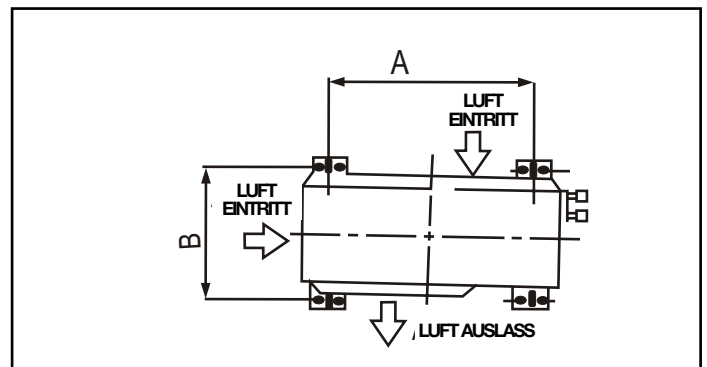

Abb.10
5. Die Außeneinheit muss fest mit einem steifen, robusten Trägermaterial verbunden sein und waagrecht stehen. Verwenden Sie Mutterschrauben mit 8 mm oder 10mm Durchmesser (Abb. 10).